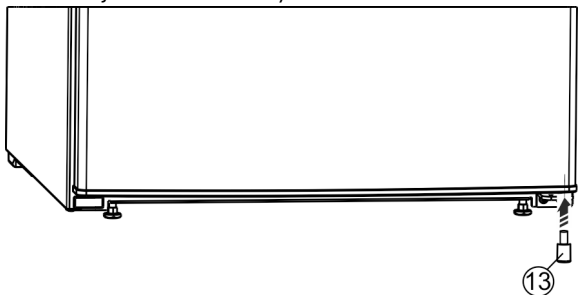

Fig. 27*
- ▶ A távtartót Fig. 27 (13) helyezze vissza az ajtó jobb alsó részéhez, mivel ez fontos a készülék stabilitásához.*